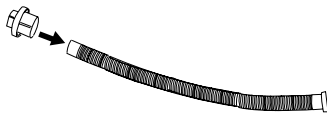
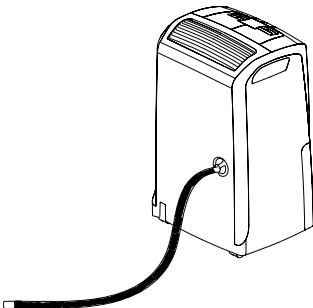
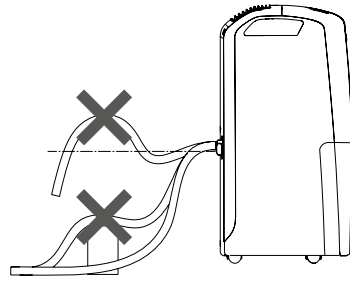

Fig. 3
Fig. 4
Fig. 5
- 2) Inserte el tapón para desagüe **1** en la mayoría de desagüe de agua de condensación **8** (fig. 3) y en ros que después el tapón de la boquilla. (fig. 4).
- 3) Asegúrese de que el extremo de la manguera no quede más arriba que la boquilla (Fig. 3) o el agua podría estancarse en el depósito. Asegúrese de que no haya estrangulamientos en la manguera (Fig. 5).